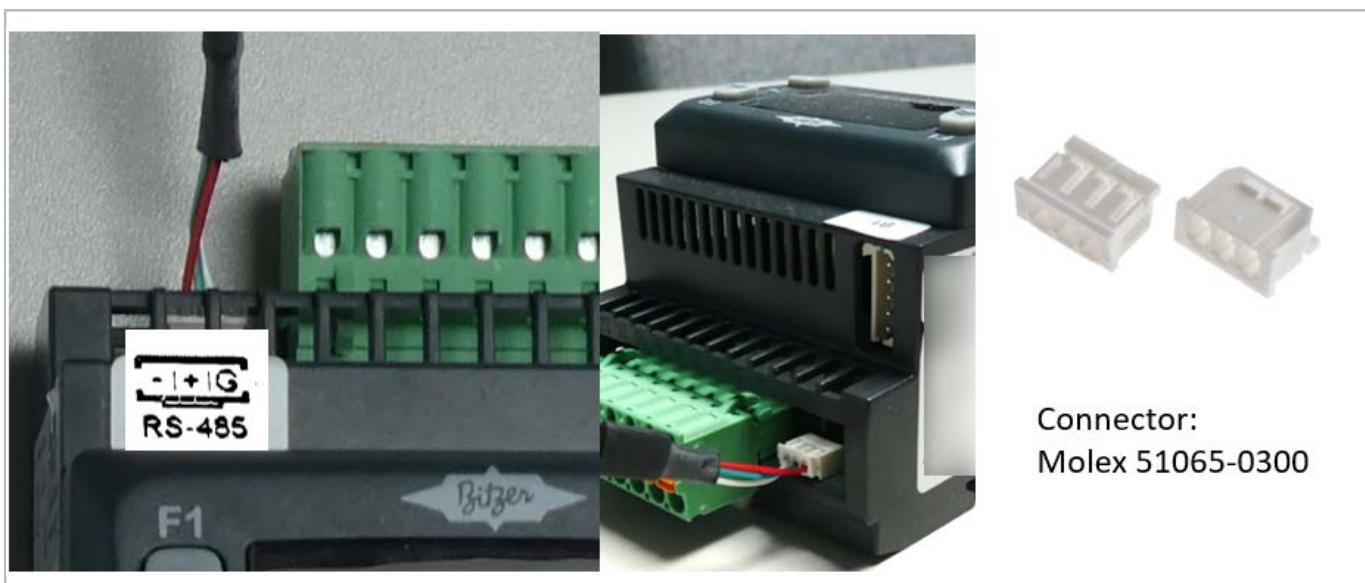

Fig. 16: Raccord Modbus sur le régulateur ECOLITE
- Variante 1 : brancher le câble LAN dans le port Ethernet 1 (voir la figure ci-dessous) pour raccorder un réseau Ethernet local relié au WAN (Wide Area Network = accès internet). Dans le cas d'une connexion DHCP (Dynamic Host Configuration Protocol), aucune autre étape n'est nécessaire. Si une adresse IP statique a été assignée à la passerelle dans les paramètres du routeur et que d'autres paramètres tels qu'un serveur DNS et/ou NTP ont dû être configurés par l'administrateur du réseau : *voir figure 16, page 61*.
- Variante 2 : installer et configurer une carte SIM pour la communication mobile (GSM). Pour plus de détails : *Montage de la carte SIM, voir figure 16, page 62*.